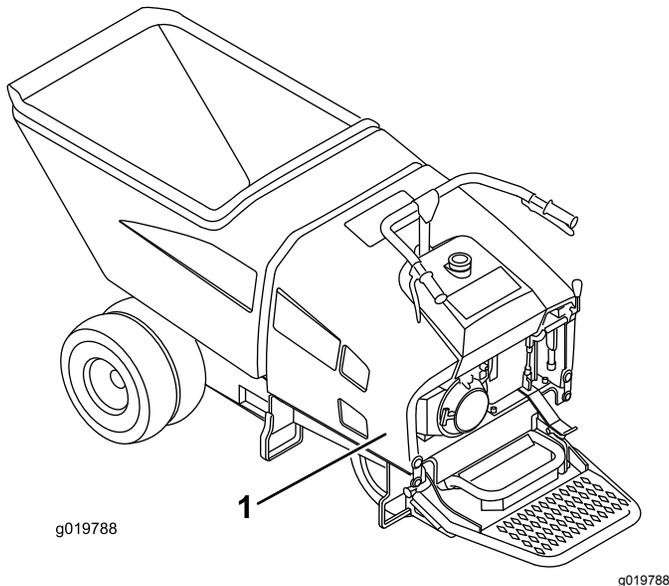

Figure 14
1. Avant de déposer le capot (Figure 14), coupez le moteur et laissez-le refroidir.